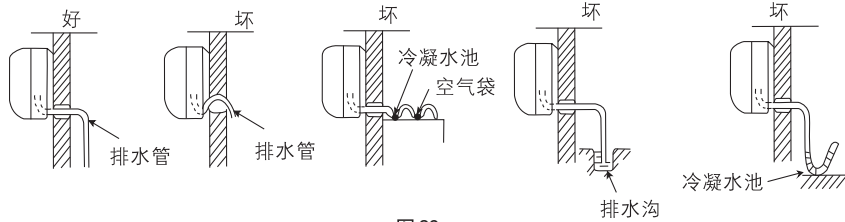

图 29
- (1) 用附件⑭排水管与室内机组的出水管连接起来。
- (2) 如要使冷凝水流得舒畅,排水管应倾斜少许,如图29所示。